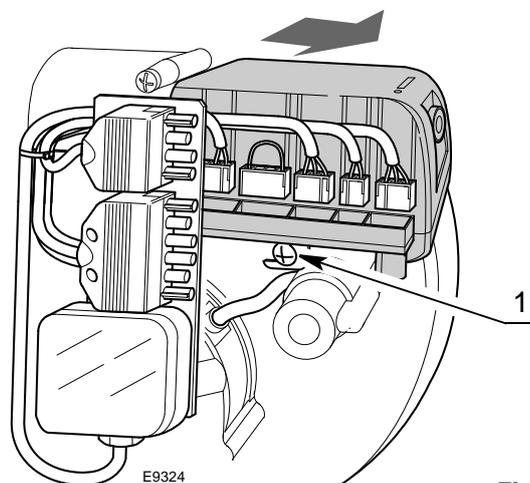

Fig. 17
- débrancher tous les connecteurs qui y sont branchés, la fiche à 4 pôles, la fiche à 6 pôles, les câbles de haute tension, et le fil de terre (TB);
- dévisser la vis 1)(Fig. 17) et tirer la boîte de contrôle dans le sens de la flèche.
- visser la vis 1)(Fig. 17) avec un couple de serrage de 1 ÷ 1,2 Nm;